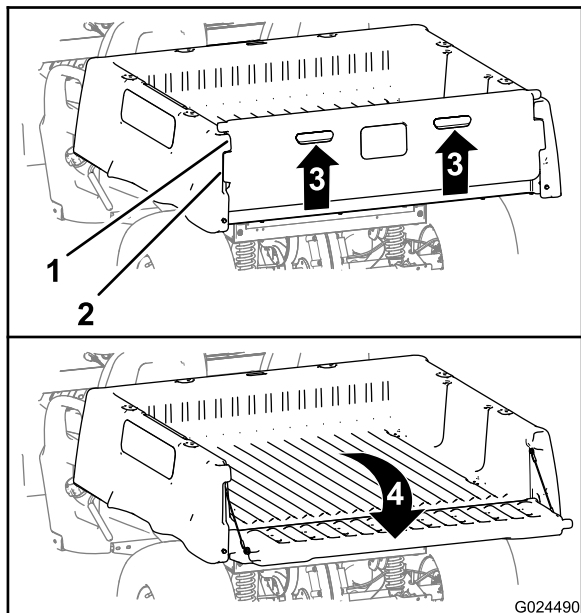

Figura 13
2. Levante nos locais indicados no painel traseiro da porta traseira (Figura 13).
3. Alinhe as flanges de bloqueio na porta traseira com as aberturas entre as flanges da porta traseira na caixa de carga (Figura 13).
4. Rode a porta traseira para trás e para baixo (Figura 13).
2. Rode a porta traseira para cima e para a frente até as flanges de bloqueio estarem justas ao espaço da porta na caixa de carga (Figura 13).
3. Baixe a porta traseira até ficar assente na parte de trás da caixa de carga (Figura 13).